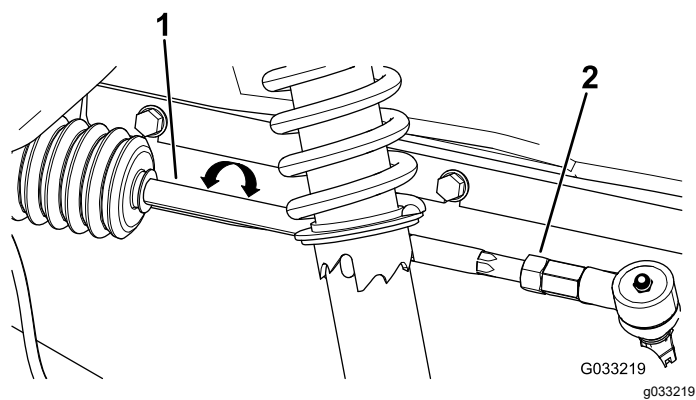

図 53
2. 前後の測定値の差が所定範囲 03 mm にならない場合は、タイロッドの外側端部にあるジャムナットをゆるめて調整を行う 図 53。